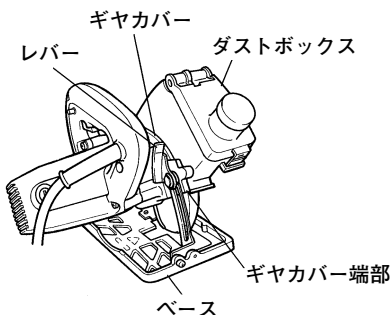
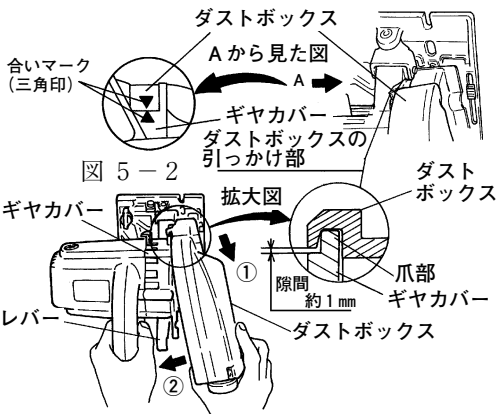

図 5-1
図 6
(図 5-1)
(ハ) ダストボックスを図6に示す矢印①方向に引きます。そのとき、図6の拡大図に示すようにダストボックスとギヤカバーの合わせ部の隙間が約1mmとなる位置まで引いてください。
(ニ) ダストボックスを持ち上げぎみにして、図6の矢印②方向へ押し込みます。このとき、図5-1に示すようにギヤカバー端部にダストボックスが突当たる位置まで押し込んでください。
・レバー(図6参照)がゆるんでいると、けがの原因になります。十分締まっていることを確認してください。